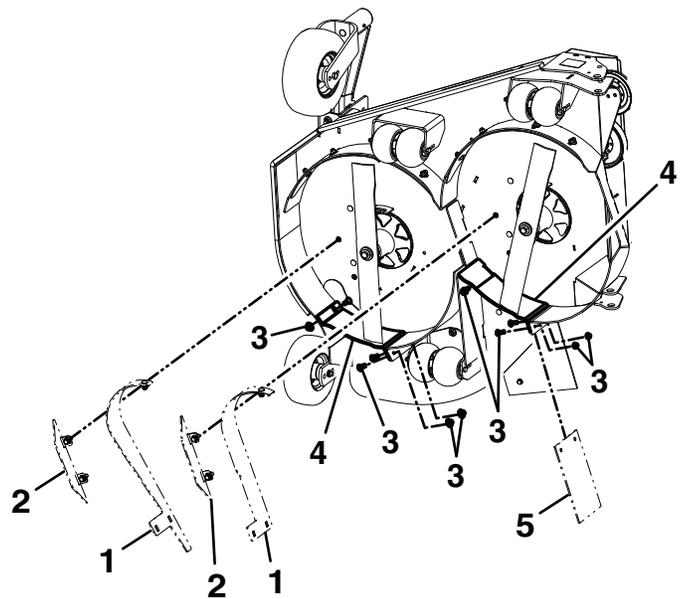

Figure 4
5. Sur le tablier latéral droit, déposez et conservez le déflecteur coudé, le déflecteur horizontal, le déflecteur en caoutchouc et toutes les fixations. Montez les déflecteurs de blocage droits à l'aide des fixations conservées, et remettez les fixations restantes non utilisées dans leurs emplacements initiaux (voir Figure 4).